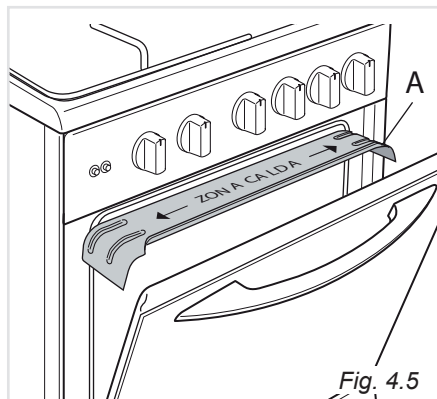

Fig. 4.5
- Aprire la porta forno fino al primo scatto ed infilare lo schermo paracalore “A” negli appositi supporti nell'imboccatura del forno (fig. 4.5).
- Infilare lo schermo paracalore “A” negli appositi supporti nell'imboccatura del forno (fig. 4.5). Lo schermo paracalore, fornito a corredo, serve per proteggere il frontale comandi dal calore.
Molto importante: lasciare sempre la porta semiaperta ed il paracalore "A" montato (fig. 4.5) durante la cottura e tenere lontani i bambini perché le superfici accessibili diventano calde.